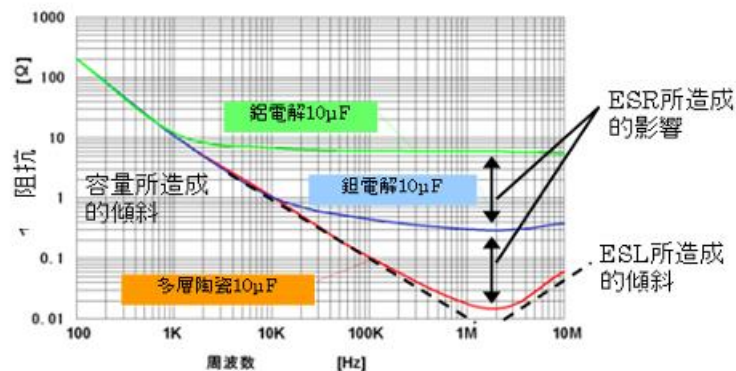

图 4—阻抗特性
多层陶瓷电容具有良好的高频特性。与其他电容相比，具有较低的电阻①及较低的寄生电感②，因此在高频条件下也能保证电容的工作。图 3、图 4 所示为等效电路与电感的特性。由于铝电解电容及钽电解电容的 ESR 较高，因此阻抗也就较高。但陶瓷电容是频率越高，阻抗越低，这对于去耦合来说非常有效，并能够发挥高性能的滤波能力。
① ESR：Equivalent Series Resistance（等效串联电阻）
② ESL：Equivalent Series Inductance（等效串联电感）
为了保持较小的输入滤波器设计, 需要使用多层陶瓷电容。开始设计前, 先确定输入电容的最小值。此示例选用多层陶瓷电容 35V 22 μ F, 该电容产生的输入电压瞬态变化如图 4 的最顶部波形 (R1) 所示。此波形的电压峰值为 40.8V, 它一定对 24V 输入的芯片产生负面影响。在 R2 显示, 若多层陶瓷电容和一个 0.5 欧姆的电阻串联, 电压突变会大大减小, 震荡也差不多消失。类似的结果 (R3) 也可以从使用高 ESR 的电容来实现。最底部波形 (ch1) 是理想的结果, 它使用的铝电解电容 35V 47 μ F (Sanyo 35CV47AXA), ESR 值为 0.44 欧姆。